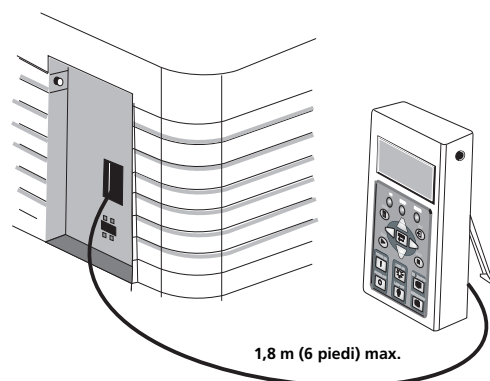

Figura 2-4 Montaggio del CDP
2. Se si installa il CDP in una nuova sede, accertarsi di mantenere una distanza tra il proiettore e il CDP di non più di 1,8 m (6 piedi), vale a dire la lunghezza massima della cablatura del CDP standard. Vedere **Figura 2-4**. **NOTA:** *qualora sia necessaria una lunghezza superiore, è disponibile una cablatura opzionale da 7,6 metri (25 piedi) (Christie N/P 108-283101-01).*